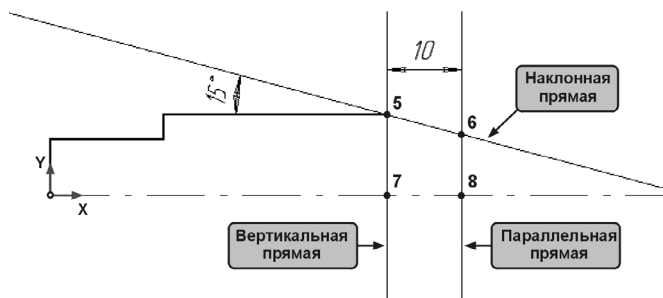

Рис. 18.6. Вспомогательные построения
4. Перед построением конического участка вала выполните вспомогательные построения (рис. 18.6).